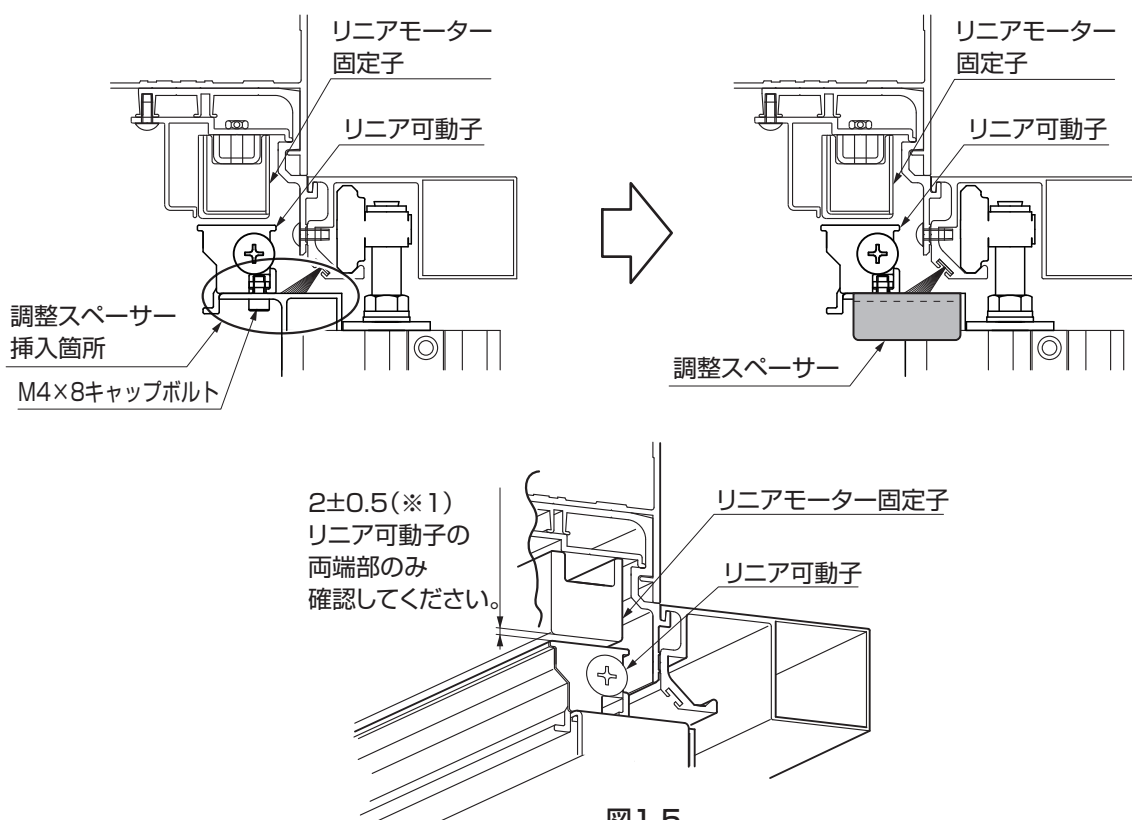

図1-5
- リニアモーター固定子とリニア可動子の両端部のすき間が $2\text{mm} \pm 0.5$ (※1)であることを確認してください。リニア可動子の中央部分ではリニアモーター固定子とのすき間にバラツキがあります。(図1-5参照)